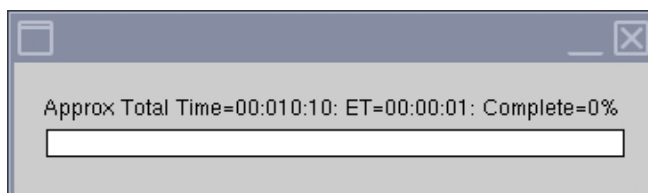

图 5
**注意：**MCQA 工具 GUI 的状态窗口会持续更新，以显示不同时间点工具执行状况的信息。将会出现时间条（图 5），显示大致的总测试时间、已用时间和完成百分比。